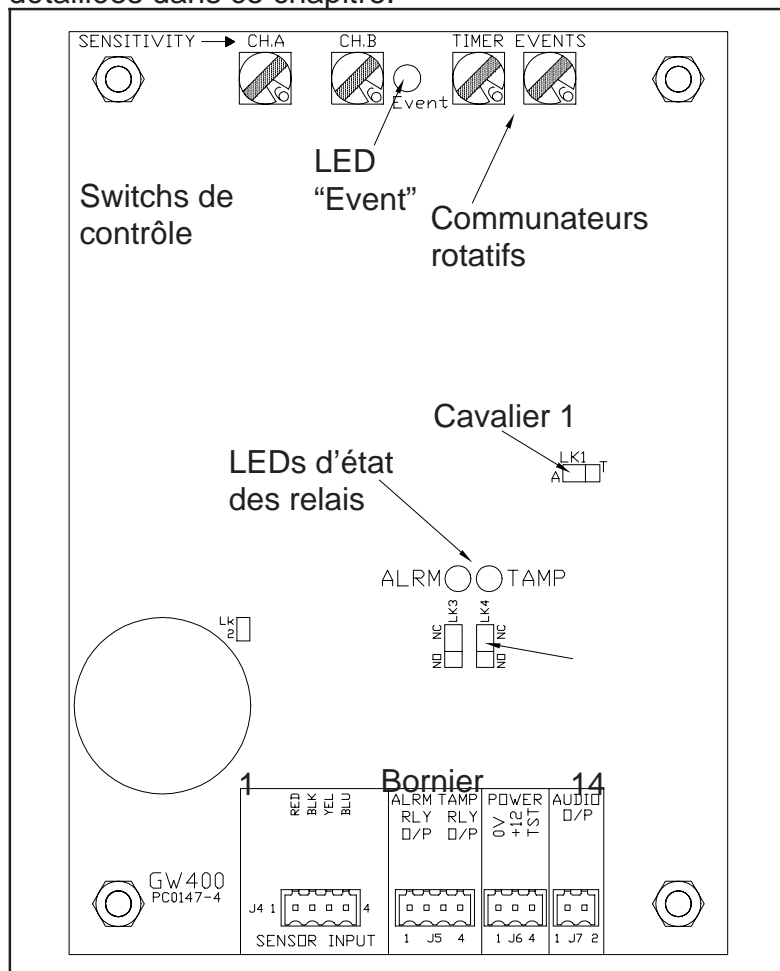

Figure 3
Se reporter à la figure 3 pour la lecture de ce chapitre.
Voir la figure 3 pour l'emplacement du cavalier sur la carte de l'Analyseur.
4. Vérifier que le switch d'auto-protection est bien fermé. S'assurer que les LEDs d'alarme et d'autoprotection soient toutes les deux allumées. (cf figure 3 pour la position des LEDs et chapitre 8 pour la recherche de pannes).